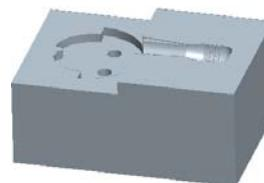

图 10.42 着色后的上半部分体积块
Step6. 此时，系统弹出“属性”对话框，在该对话框中单击 **着色** 按钮，着色后的模型如图 10.42 所示；然后在对话框中输入名称 upper_vol，单击 **确定** 按钮。